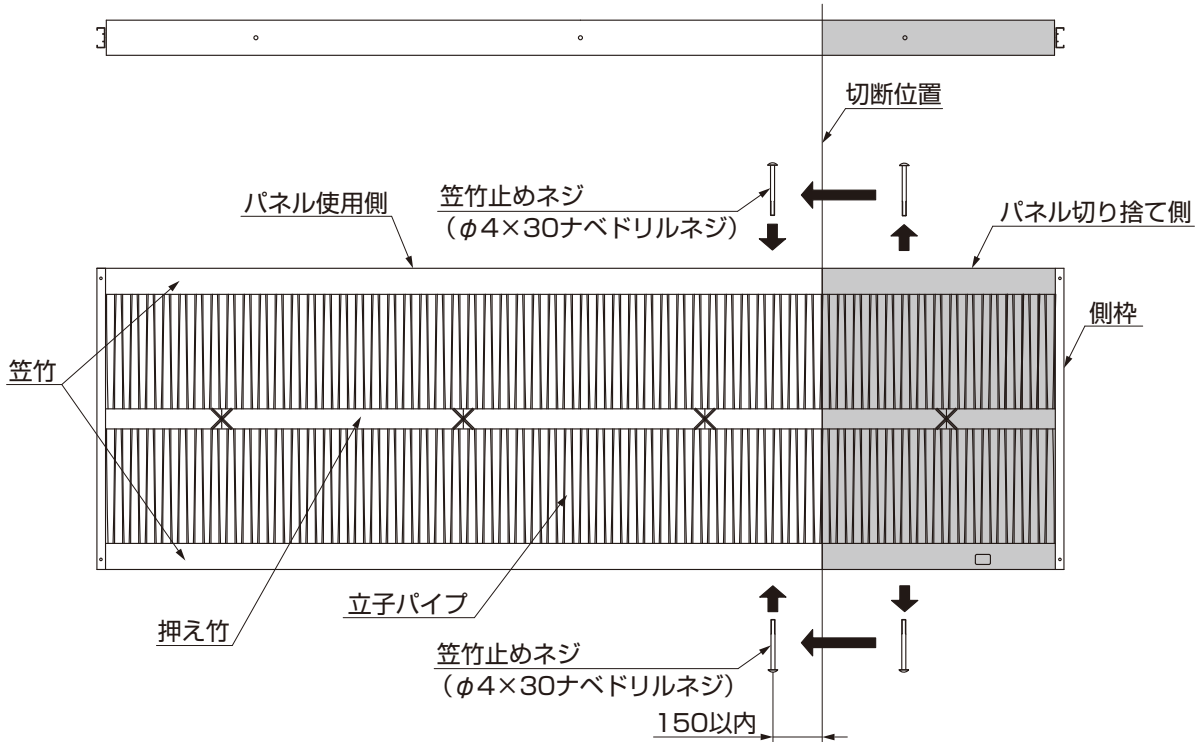

図3-1
- ①「笠竹止めネジ」をパネル切り捨て側から取り外し、パネル使用側のパネル切断位置から150mm以内の笠竹にネジ止めしてください。(図3-1参照)
- ②パネル本体を切断位置で切断してください。(図3-1参照)
- コーナー柱の場合、パネル受け部材の取付け位置は、図3-1の角度の範囲内です。